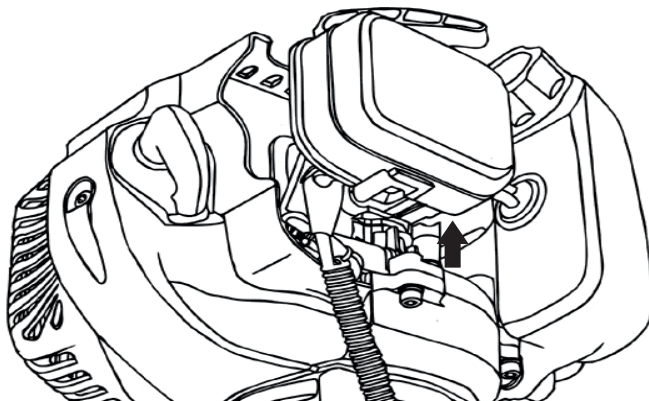

Рис. 11
- Пять–семь раз нажмите на резиновый колпачок ручной подкачки топлива для заполнения карбюратора топливной смесью (Рис.11). При этом сквозь резиновый колпачок кнопки ручной подкачки топлива должна просматриваться подкачиваемая топливная смесь. Если топливная смесь не заполнила колпачок, нажмите на кнопку ручной подкачки топлива еще несколько раз.